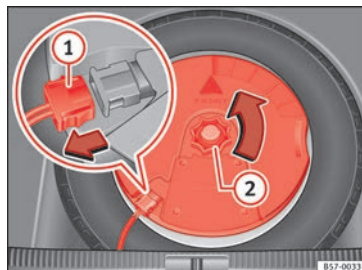

Fig. 247 En el maletero: desmontar el subwoofer.
- Desconecte el cable del altavoz *subwoofer* »» **fig. 247 ①**.
- Gire la ruedecilla de fijación en sentido contrario a las agujas del reloj »» **fig. 247 ②**.